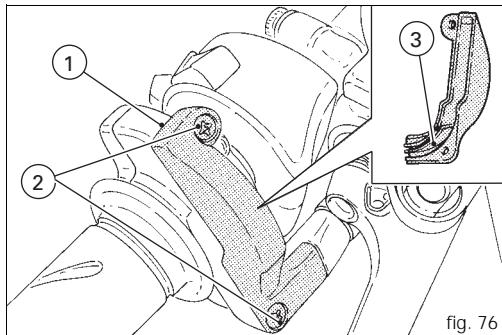

fig. 76
Pour le câble des gaz, on préconise de retirer le cache (1, fig. 76) de la commande en desserrant les deux vis de fixation (2), et de graisser l'extrémité du câble et le rouet.